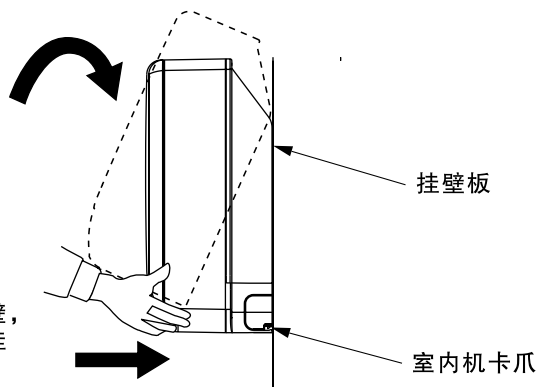

图17
2. 挂壁板固定完毕后，待机器室内外连接管安装完毕后根据下图将室内机安装在挂壁板上。（如图17）
①将室内机上部挂在挂壁板上端
②将室内机下部沿箭头方向推向墙壁，直到机器背面下部的卡爪确实钩入挂壁板相应的孔内。